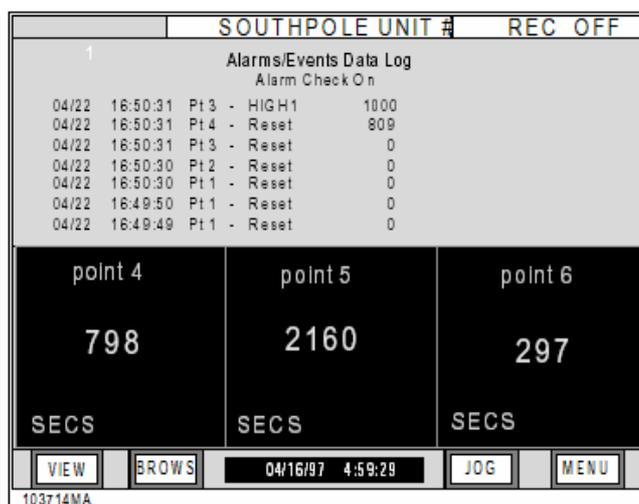

Рис. 1-2 Сенсорный экран с клавишами меню
1.2.4 Меню. Через последовательность меню осуществляется доступ к функциям прибора. Эти меню вызываются через панель командных клавиш, которая в свою очередь вызывается нажатием клавиши **MENU** в правом нижнем углу экрана. Вдоль верхнего края экрана проходит строка состояния, на которой могут показываться различные параметры записи (см. раздел 3.1). Для управления панель командных клавиш предлагает три клавиши выбора: **DISP**lay, **PRO**gram и **FUNC**tion (см. рис. 1-2 внизу). Для упрощения использования каждый уровень меню